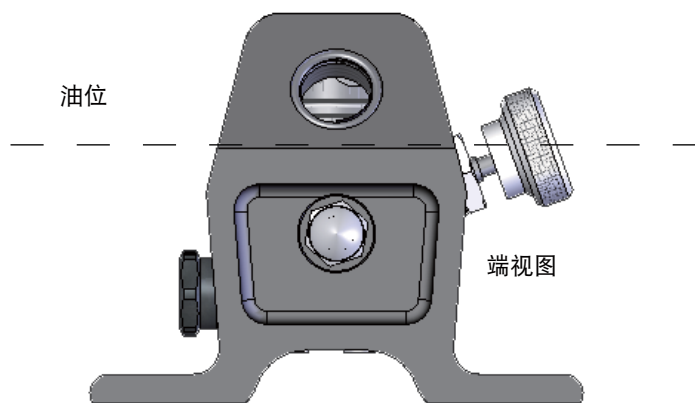

图 1
- 拧下加油口盖。当泵保持水平并且水平放置在其底座上并且液压缸内缩（详见图1）时，液压油位应到达加油孔口的底部边缘。